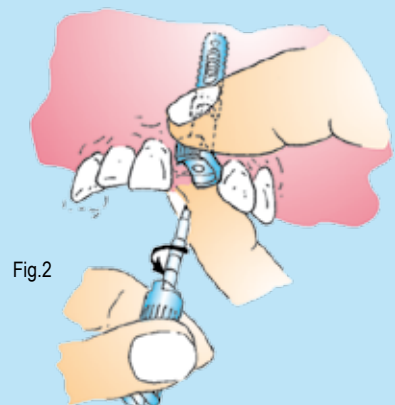

Fig.2
- Inserire la fresa ad artiglio (**C**) all'interno del posizionatore e portafresa (**B**). Infilare la fresa nel centratore fino ad arrivare a contatto con la vite rotta, comprimere forte mantenendo la pressione e ruotare manualmente in senso **ANTIORARIO**. Dopo pochi giri dovrebbe riapparire la tacca sulla fresa. Togliere il centratore manuale e la vite si troverà al suo interno oppure sarà rimasta nell'ultimo giro di vite all'interno dell'impianto e si potrà facilmente togliere con una pinzetta (Fig.2).